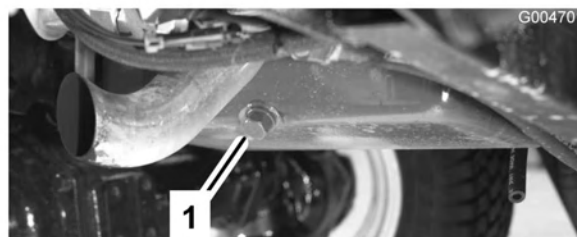

Figure 50
1. Enlevez un des bouchons de vidange (Figure 50) et laissez couler l'huile dans un bac de vidange. Remettez le bouchon quand toute l'huile s'est écoulée.